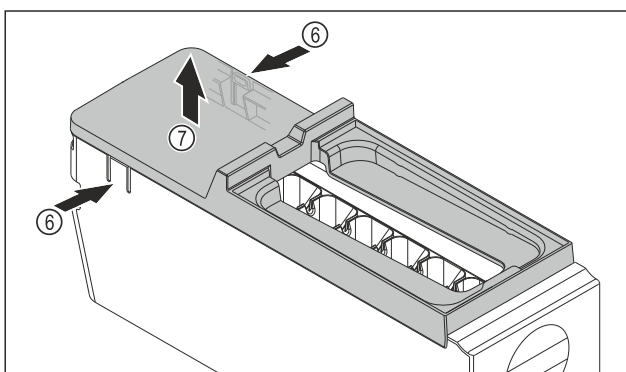

Fig. 79
- ▶ Wyjmowanie osłony korpusu EasyTwist-Ice: Docisnąć jedną ręką nakładki Fig. 79 (6) po obu stronach korpusu EasyTwist-Ice.
- ▶ Drugą ręką wyjąć osłonę Fig. 79 (7) ku górze.